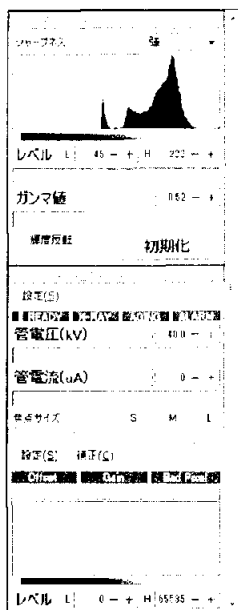

図3 コントローラパネル
②画面左部のコントローラパネルには、図3のように、複数のデバイスを制御するためのボタンが並んでいる。必要に応じて、簡単にデバイスを切り替えて制御したり、設定を変更したりすることも可能である。また、画像の明るさやコントラストも、コントローラパネル内のボタンで画像を観察しながらの調整が可能である。画像を強調することで輪郭部分をはっきり見えるように加工したり、画素の明暗を反転させたりすることも可能である。